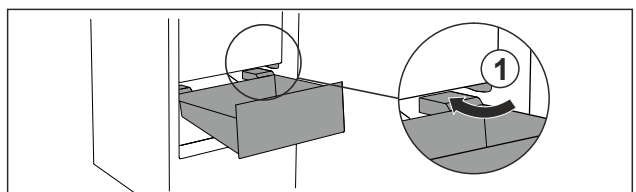

Fig. 87
- ▶ Poprowadzić szufladę ukośnie wokół stoperów *Fig. 87 (1)*.